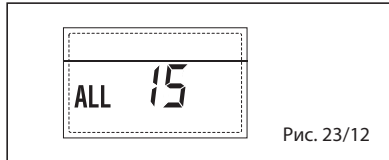

Рис. 23/12
– НЕПОЛАДКА ВНЕШНЕГО ДАТЧИКА “ МИГАЛКИ” (рис. 23/13)